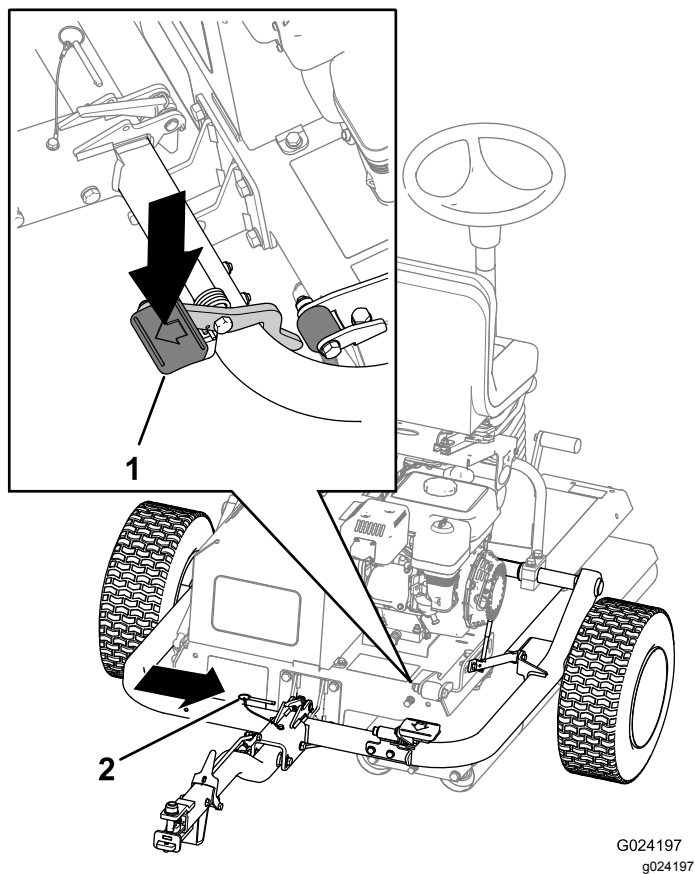

図 8
6. ヒッチペダルを踏んで、ヒッチをロックする 図 8。
7. ロッキングピンを入れる 図 8。